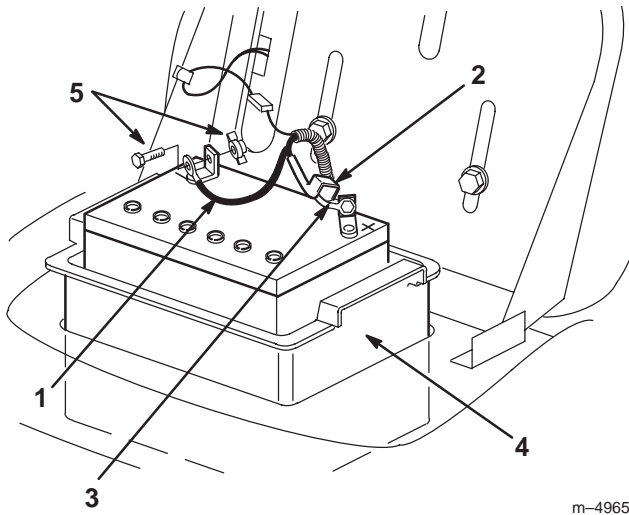

Figure 18
3. Débranchez le câble négatif (noir) de mise à la masse de la borne de la batterie (Fig. 18).
4. Repoussez le capuchon en caoutchouc sur le câble positif (rouge). Débranchez le câble positif (rouge) de la borne de la batterie (Fig. 18).
5. Déposez le bac de la batterie et la batterie du châssis (Fig. 18).
1. Placez le compartiment de la batterie et la batterie dans le châssis (Fig. 18).
2. Connectez le câble positif (rouge) à la borne positive (+) de la batterie à l'aide du boulon et de l'écrou papillon (Fig. 18). Glissez le capuchon de caoutchouc sur la borne de la batterie.
3. Connectez le câble négatif (noir) à la borne négative (-) de la batterie à l'aide du boulon et de l'écrou papillon (Fig. 18).